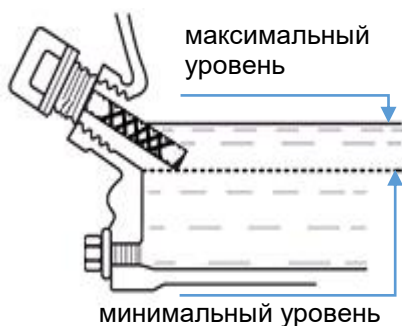

Рис. 11
4. При недостаточном уровне масла - долейте используемое в данном двигателе масло до нижнего края патрубка. (см. рис. 11)